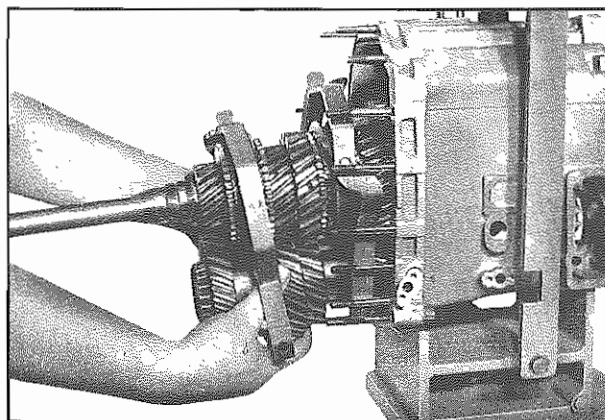

Fig. 16 - Estrazione dalla scatola degli alberi del cambio con le forcelle di comando
- Estrarre dalla scatola gli alberi del cambio con le forcelle di comando **(Fig. 16)**. Riportare a tale scopo il cambio nuovamente in posizione orizzontale. Separare l'albero presa diretta **(208)**, la gabbia a denti **(401)** e l'anello sincronizzatore **(402)** dall'albero primario.
- Pull transmission shafts with shift forks completely out of housing **(Fig. 16)**. For this purpose, swing transmission back into horizontal position. Remove drive shaft **(208)**, cam cage **(401)** and blocking ring **(402)** from main shaft.